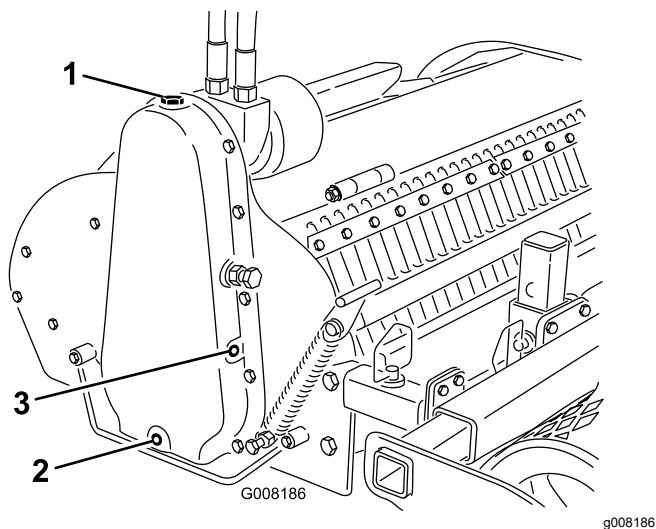

Figura 11
4. Deschidei orificiul de umplere cu ulei de pe partea superioară a carcasei lanului de transmisie (Figura 11).
6. Îndepărtați buonul de golire (Figura 11).
8. Îndepărtați buonul lateral (Figura 11).